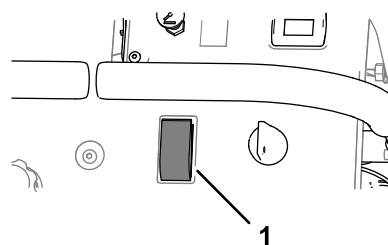

Figure 39
5. Placez la commande de la pompe de pulvérisation à la position MARCHE (Figure 39).